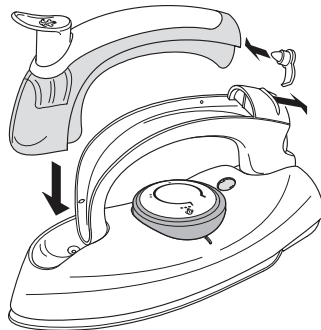

Figura 3
2. Deslice hacia atrás, con una mano, el mecanismo para liberar el depósito para el agua; con la otra mano, retire el depósito de la plancha (véase la figura 3).